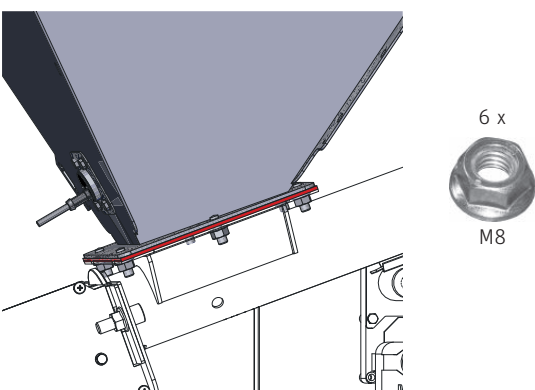

Fig. 39 Serrare il serbatoio con 6 dadi M8
- Avvitare saldamente il serbatoio alla piastra flangiata con 6 dadi flangiati M8 – Fig. 39.